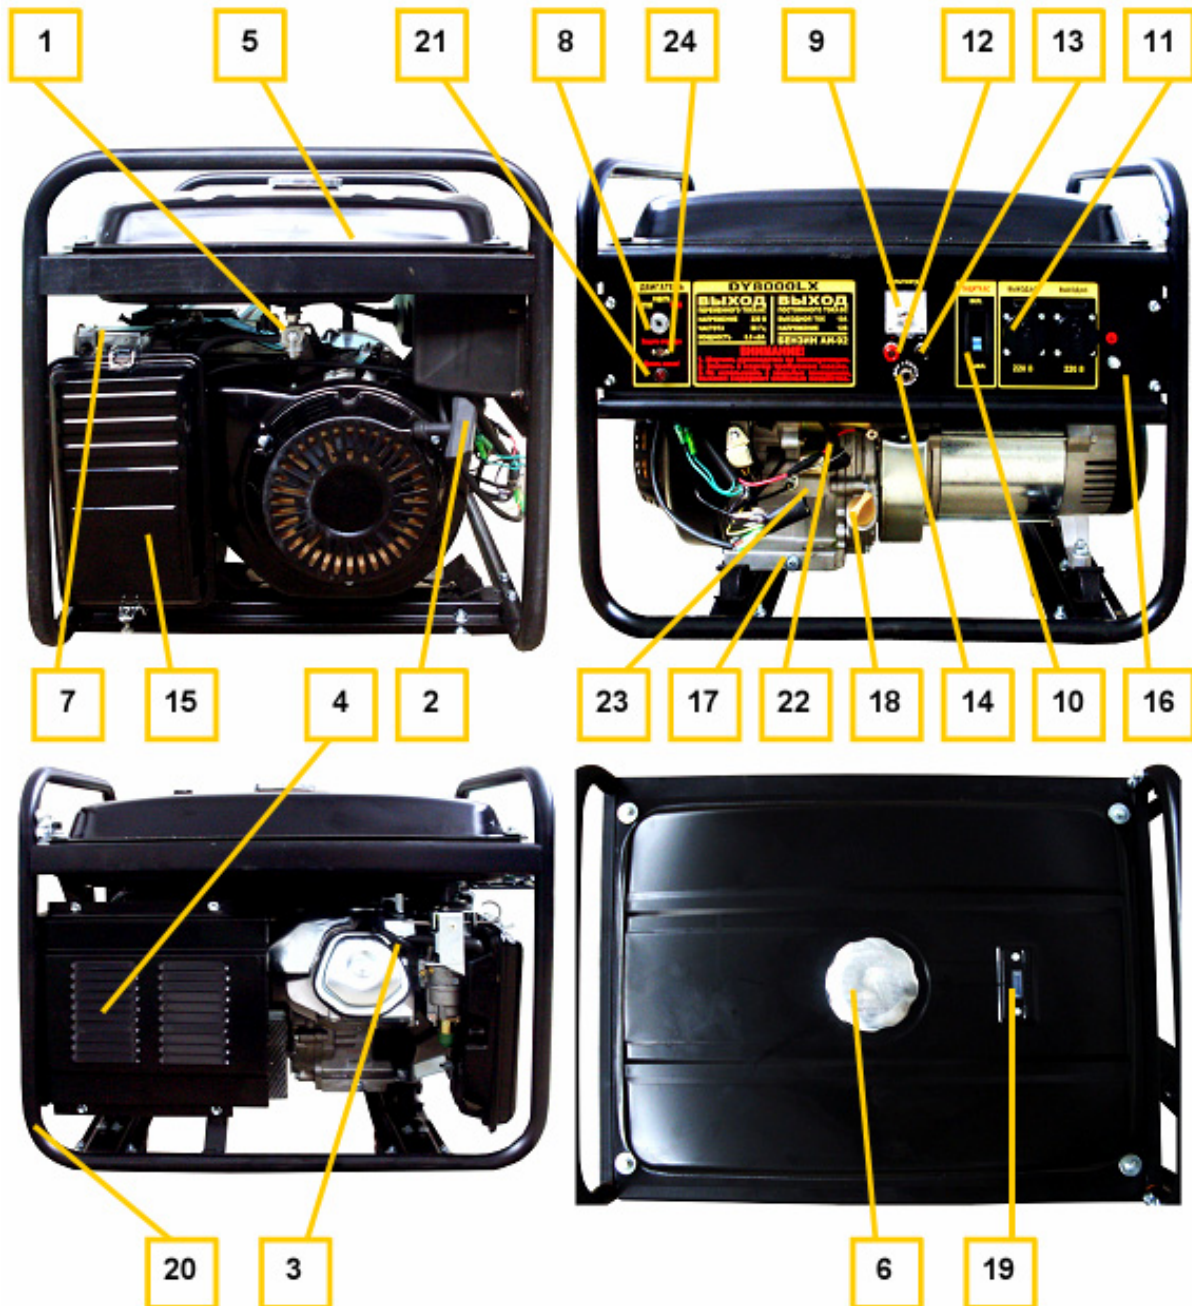
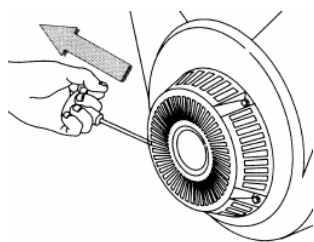

Рис. 1
Рис. 2
- Вывинтить щуп (поз.18 рис.1) и залить в картер масло соответствующего типа (таблица 2 п.8) до нижнего края горловины. Вставить чистый сухой щуп в горловину картера и вынуть его. Проверить уровень масла: граница смоченной области щупа должна располагаться между отметками минимального и максимального уровней.
- При установке генератора следует подключить к резьбовой клемме (поз.16 рис. 1) проводник заземляющего устройства, удовлетворяющего требованиям раздела «Обеспечение требований безопасности».
Внимание! Перед заправкой бензином, подключением аккумуляторной батареи генератор остановить (п. 5.6). В качестве топлива используется бензин марки АИ-92. При заправке бензином следует выполнить все требования раздела «Обеспечение требований безопасности». Установить лоток аккумуляторной батареи. Подключить провода аккумуляторной батареи поз. GB1 к клеммам (поз.22, 23 рис.1), строго соблюдая указанную полярность.
- Отключить все потребители переменного тока от генератора, переведя рычаг автоматического выключателя (поз.10 рис.1) в отключенное положение «0», отсоединить потребители постоянного тока от клемм (поз. 12, 13 рис. 1).
- При использовании бензина открыть топливный кран (поз. 1 рис. 1)
- При использовании бензина перевести рычаг управления воздушной заслонкой (поз.7 рис.1) в крайнее левое положение при пуске холодного двигателя и в промежуточное положение при пуске прогретого двигателя.
- Перевести выключатель двигателя (поз.8 рис.1) в отключенное положение «0».
- Плавно вытянуть до упора трос ручного стартера за ручку (поз. 2 рис. 1) и вернуть в исходное положение (см. также рис. 2).
- Перевести выключатель двигателя (поз.8 рис.1) во включенное положение «1».
- При ручном пуске придерживая генератор за раму, резко с интенсивным усилием вытянуть трос стартера до упора (рис. 2), повторив действие несколько раз при необходимости. Если двигатель не запускается, следует изменить положение рычага воздушной заслонки, сдвигая его вправо тем больше, чем выше температура двигателя и окружающего воздуха при использовании бензина или повторить кратковременное нажатие кнопки регулятора при работе на газе, затем повторить пуск с помощью стартера. Включение электрического стартера производится поворотом ключа выключателя (поз.8 рис.1) в крайнее правое положение «пуск». Сразу после пуска двигателя отпустить ключ для обеспечения его самовозврата в среднее положение. При срабатывании защиты (поз.24 рис.1) нажать сброс после остывания автоматического выключателя.
- При работе на бензине после прогрева двигателя в течение времени около 10-40 секунд, в зависимости от начальной температуры, перевести рычаг заслонки (поз. 7 рис. 1) в крайнее правое положение, если при этом двигатель работает неустойчиво вернуть рычаг заслонки (поз. 7) в прежнее положение и обеспечить завершение прогрева.
- Подключить к разъемам генератора потребители, соответствующие требованиям раздела «Обеспечение требований безопасности». Полная (сумма активной и реактивной) мощность всех подключаемых потребителей в стационарном режиме не должна превышать значений номинальной мощности, указанных в Таблице 1. Не допускается длительное превышение номинальной мощности более, чем на 10% свыше номинального значения. Включить автоматический выключатель (поз.10 рис.1), установив его рычаг управления в положение «1».
- При работающем генераторе отключить автоматический выключатель (поз.10 рис.1), отсоединить потребители постоянного тока от клемм.
- Закрыть топливный кран (поз.1 рис.1).
6.1 Наличие и величина напряжения переменного тока индицируется и измеряется вольтметром (поз.9 рис.1).
6.2 Причиной отсутствия напряжения при работающем генераторе может служить срабатывание автоматических выключателей защиты цепей от перегрузки (поз. 10, 14 рис.1). В этом случае следует устранить причину перегрузки и нажать кнопку или клавишу сброса соответствующего автоматического выключателя после его остывания.